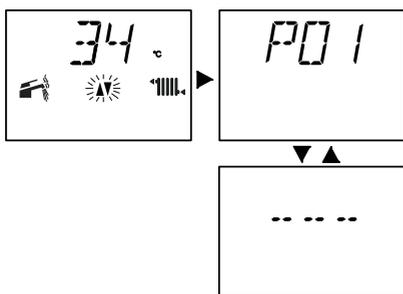

Рисунок 5.40
- Чтобы настроить режим работы насоса, войдите в режим программирования, нажав и удерживая в течение 15 с кнопку сброс 5 (Рисунок 5.40), пока на на ЖК-дисплее не появится параметр P01, загорающийся поочередно с --- --).